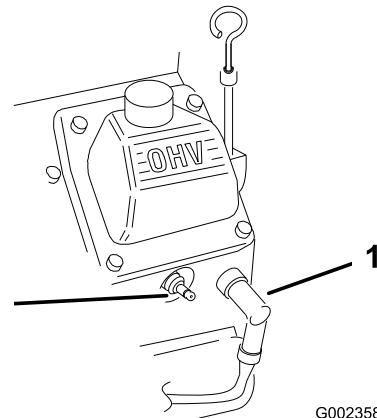

Figura 26
- Desligue os cabos das velas de ignição (Figura 26).